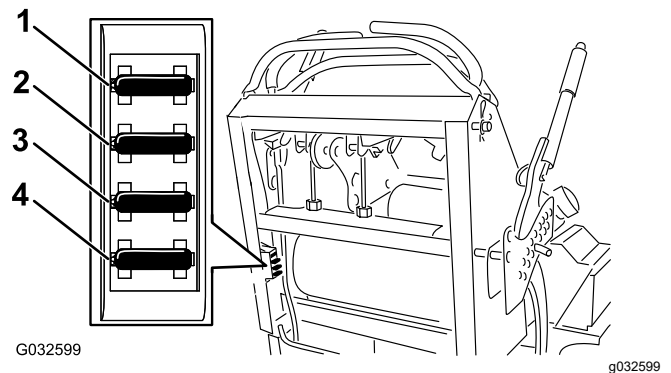

Figura 51
4. Estraiete il fusibile e sostituitelo (Figura 51).